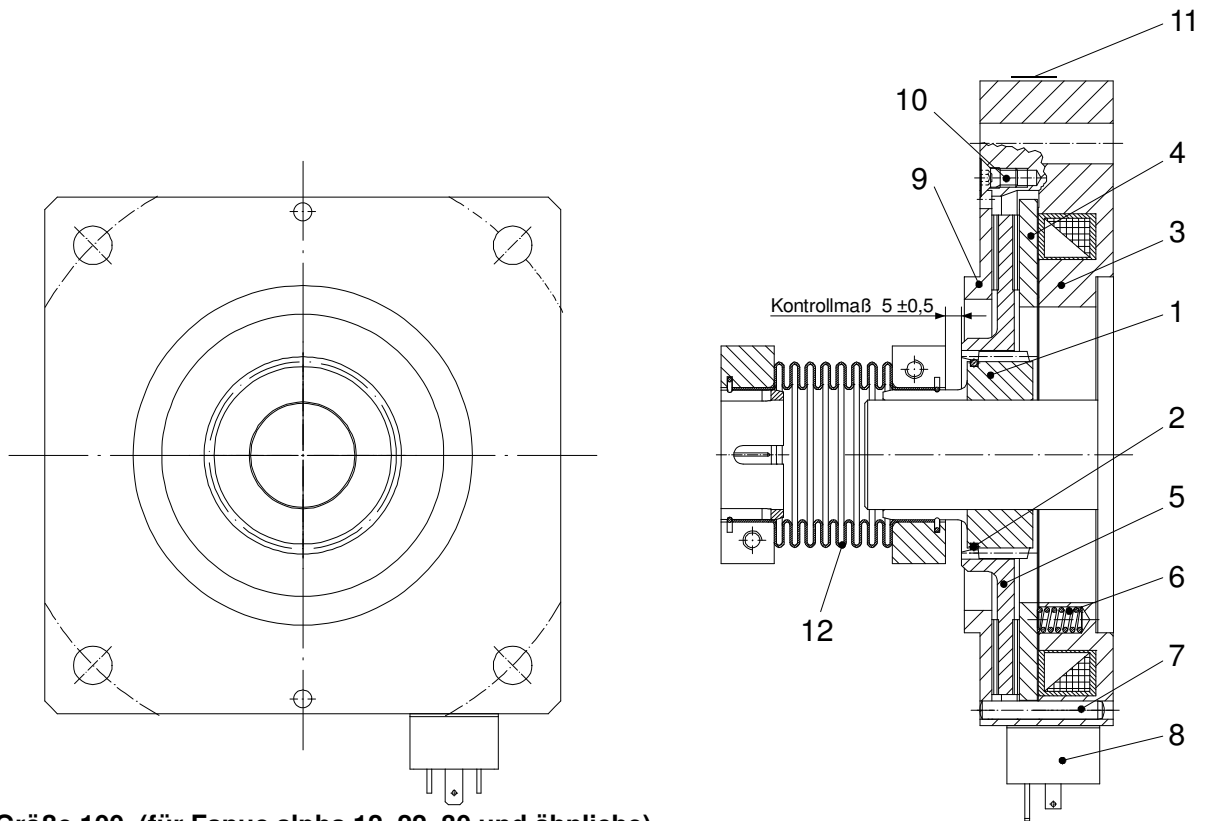

Bild 1: Größe 100 (für Fanuc alpha 12, 22, 30 und ähnliche)
- Die Passungen von Nabe (1) und Welle sind so zu wählen, dass kein Aufweiten in der Verzahnung der Nabe (1) erfolgt. Ein Aufweiten der Verzahnung führt zu einer Klemmung des Rotors (5) auf der Nabe (1) und somit zu Funktionsstörungen der Bremse.
- Rotor (5) und Bremsflächen müssen öl- und fettfrei sein.
3. Montage (Bild 1 und 2)
Die Nabe (1) so in Position bringen, dass das Kontrollmaß $5 \pm 0,5$ mm (Bild 1) erzeugt wird.
Die Nabe (1) so in Position bringen, dass das Kontrollmaß $5 \pm 0,5$ mm (Bild 1) erzeugt wird, und somit der O-Ring (2) in der Verzahnung des Rotors (5) liegt.